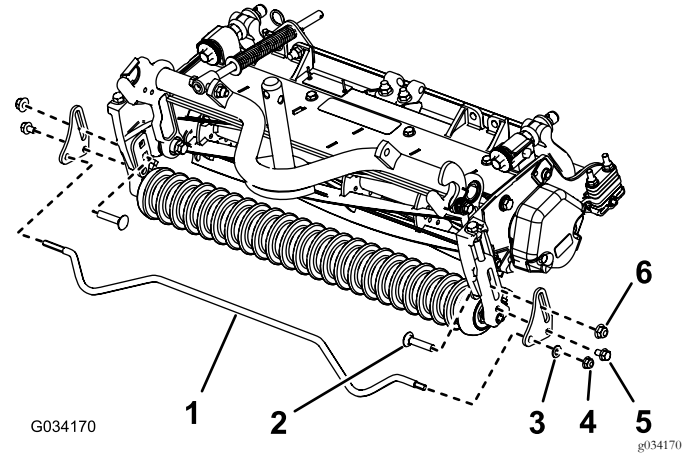

図 10
1. カッティングユニットのフレームの両側にバスケットプレートを取り付けるフランジナット3/8 インチ1個、キャリッジボルト3/8 x 1-3/4 インチ1本と、フランジねじ5/16 インチ1本を使用する 図 10 を参照。
2. バスケットロッドの、長い六角端部を1枚のバスケットプレートに差し込み、もう一方の端部をもう1枚のバスケットプレートに差し込む 図 10。
3. 短い方の六角端部を、フランジナット5/8 インチと硬化ワッシャで固定する 図 10。